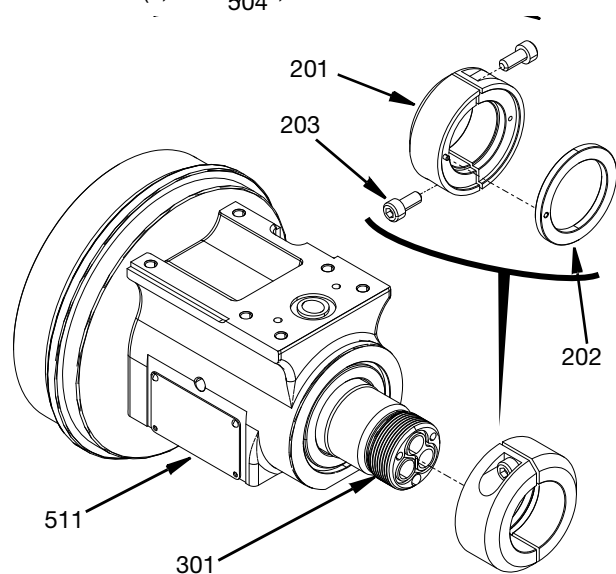

FIG. 27
3. Con un martello con superficie morbida, battere delicatamente il corpo centrale (301) nel gruppo alloggiamento girevole (511) per assicurarsi che il corpo centrale sia posizionato contro il cuscinetto della flangia (502).
4. Far scorrere il gruppo anello di blocco (201) sul gambo del corpo centrale (301) e in posizione contro il cuscinetto della flangia (502). Assicurarsi che il perno in una metà dell'anello di blocco (201) sia innestato nel foro della rondella (202).
5. Applicare antigrippaggio alle due viti M5 SHCS (203) e serrare a (6,5 N•m) 57,5 in-lb. Vedere FIG. 27.